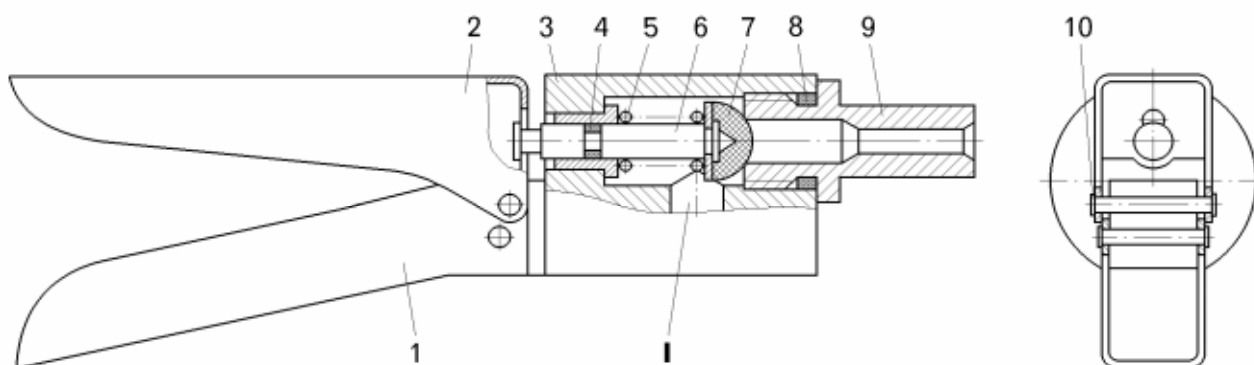

Рисунок 16.4 — Запорное устройство:
- высверлить штифт 10 (рисунок 16.4) верхнего рычага;